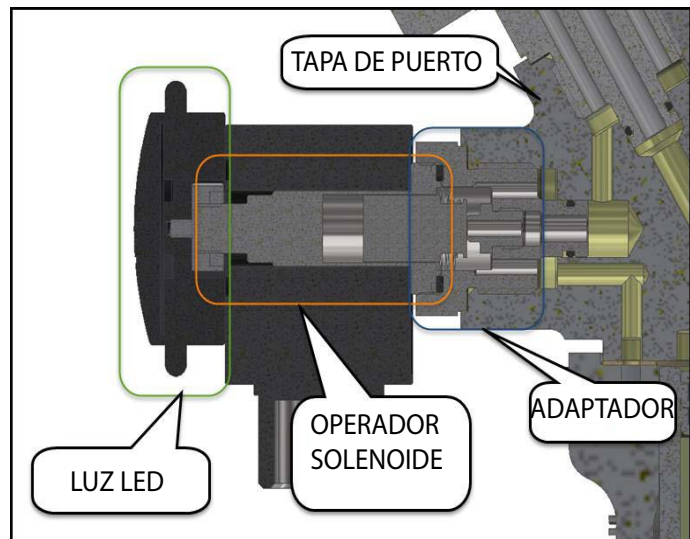

Figura 13: Instalación y/o Desmontaje de la Bobina del Solenoide sobre el Operador Solenoide.
- Identificar las partes, ver Figura 13.